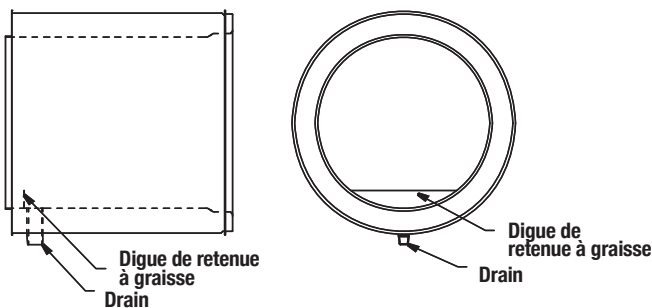

Figure 67 - Longueur de drainage horizontale
3. L'ensemble longueur ajustable comprend une section intérieure coulissante, deux bagues de retenue, un collier de compression, une garniture en graphite, une bande isolante (CIX seulement) et un conduit extérieur télescopique. Un outil est fourni avec l'ensemble. Voir **Figure 67**.
1. La longueur de drainage horizontale est équipée d'un manchon NPT de 1 po qui est fixé à la paroi intérieure et traverse la paroi extérieure pour permettre le drainage de la graisse, du condensat ou de l'eau du conduit. Voir **Figure 67**.